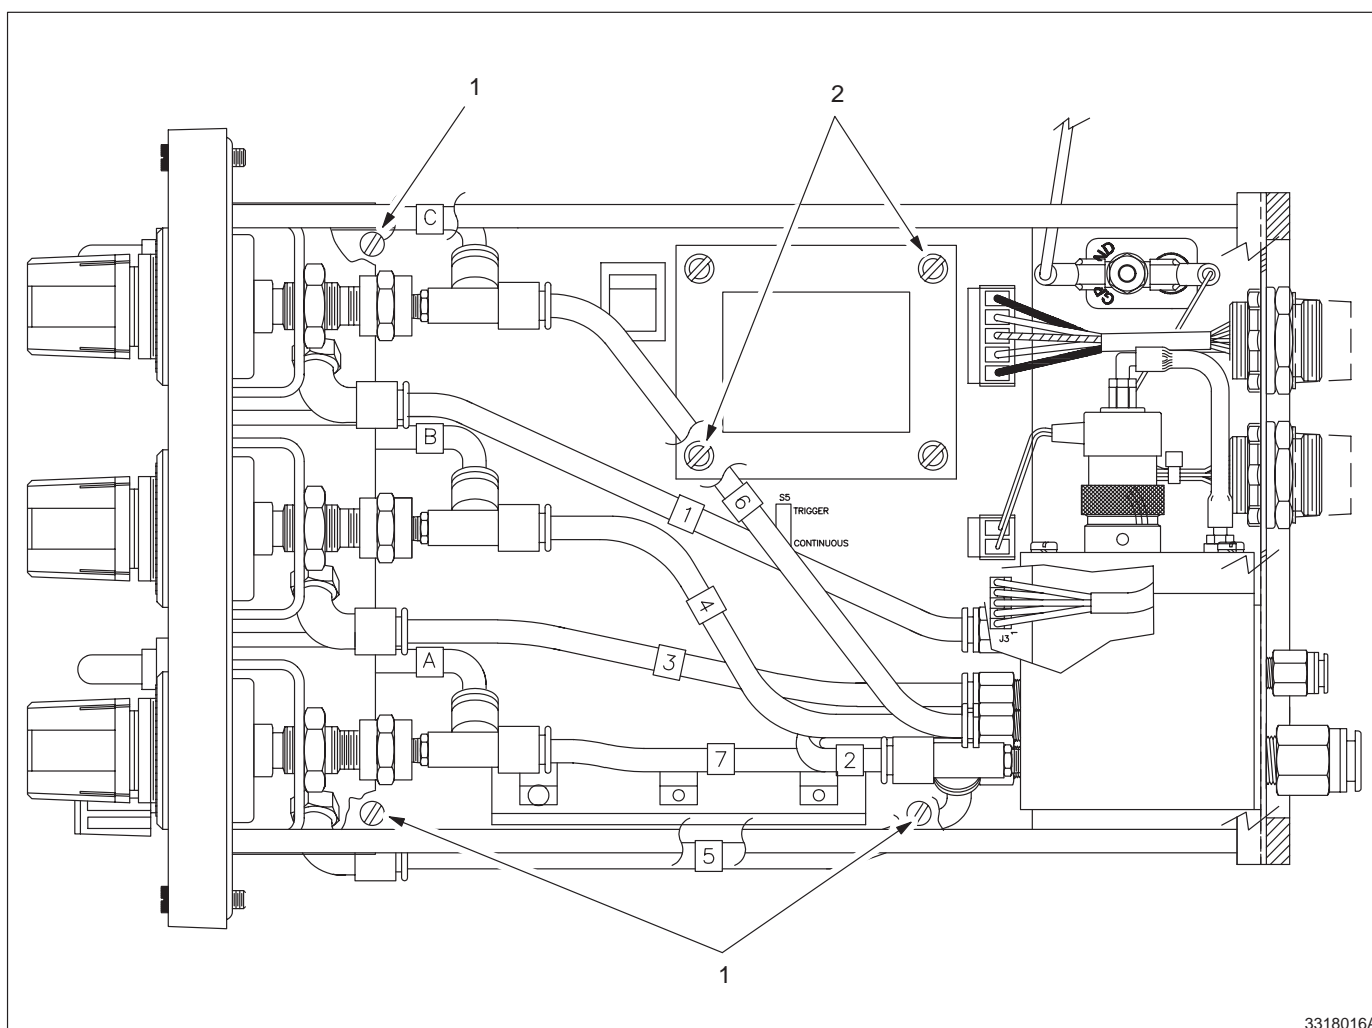

Abb. 6-5 Entfernen der Platinen-Befestigungsschrauben
6. Siehe Abb. 6-5. Die Schrauben (1, 2), die die Platine am Steuermodul befestigen, entfernen und Platine aus dem Modul herausnehmen.